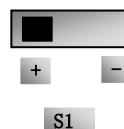
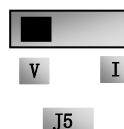

图 5-12
图 5-13
(7) E2000 控制板端子附近有一拨动开关 S1，如图 5-12，S1 选择 AI1 通道的电压输入范围，拨到“+”端，AI1 的输入范围是 0~10V，拨到“-”端，AI1 的输入范围是 -10~10V，具体拨码开关的对应位置，其他拨码开关的位置方式详见下表 5-2。.
(8) 闭合 D13 开关，电机开始正向运转；
(9) 在运行中，可调节设定电位器，修改变频器当前设定频率；
(10) 在运行中，断开 D13 开关，再闭合 D14 开关，电机运行方向改变；
(11) 断开 D13 开关和 D14 开关，电机减速，直到停止运行；
(12) 断开空气开关，变频器断电。
(13) E2000 有两路模拟量输出端子 A01、A02，A02 端子只可以输出电流信号；A01 端子既可以输出电压信号也可以输出电流信号，电压电流输出选择开关是 J5，见图 5-13，A01 输出关系如表 5-4。